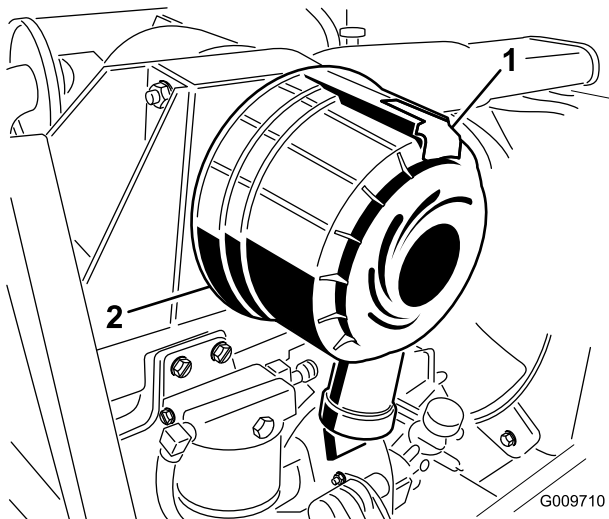

Figure 28
1. Tirez le verrou vers l'extérieur et tournez le couvercle du filtre à air dans le sens anti-horaire (Figure 28).